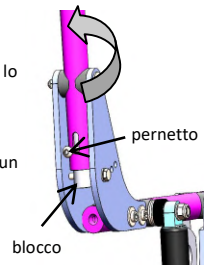

fig. 24: montante schienale
- **Montanti schienale: inserimento/disinserimento** (fig. 24)